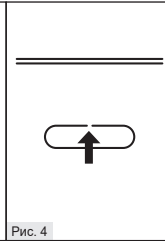

Рис. 4
- 2.2. Для установки освободите наметенные отверстия на задней поверхности светильника от металлических заглушек (Рис. 4).